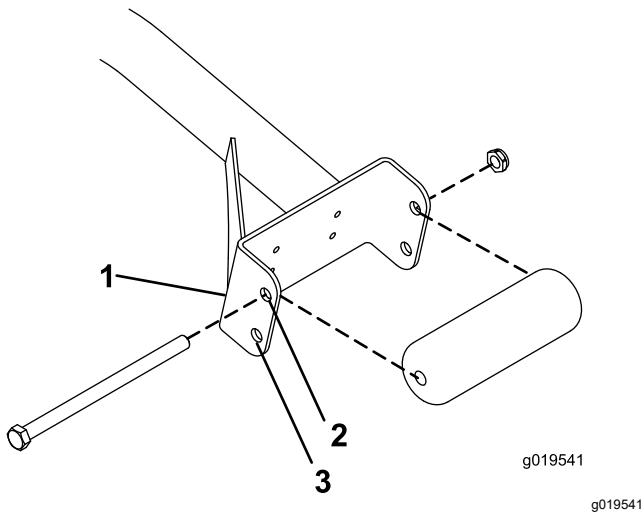

Bild 3
- Befestigen Sie die Rollen für 69 cm-Schneideeinheiten in den oberen Befestigungslöchern der Stützkanäle (Bild 3).
- Befestigen Sie die Rollen für 81 cm-Schneideeinheiten in den unteren Befestigungslöchern der Stützkanäle (Bild 3).